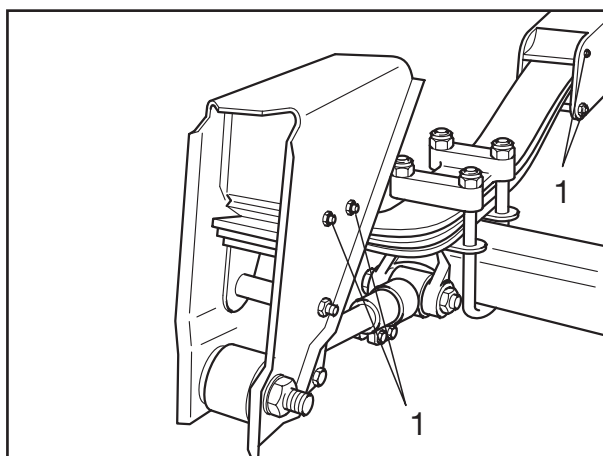

Fig. 20
- [34] Sicherungsmuttern (Fig. 20/1) mit dem vorgeschriebenen Anziehdrehmoment festziehen.
[34] Tighten locking nuts (Fig. 20/1) to the specified torque.
[34] Serrer les écrous de sûreté (fig. 20/1) au couple de serrage prescrit.